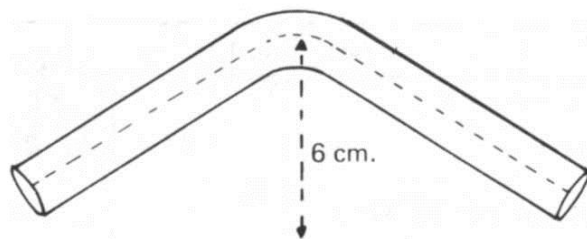

Fig. 9
- El cable exterior (ver Fig. 9, capítulo anterior) se llevará desde la caja de dispersión, hasta la fachada de la casa.